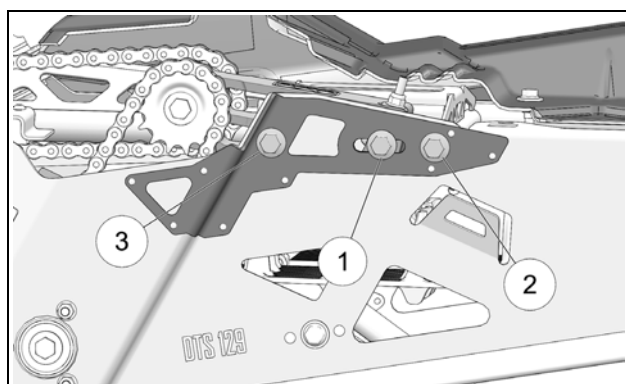

Figure 12
- Resserrer dans l'ordre les boulons de fixation (1), (2) et (3) du tendeur de chaîne à un couple 90 N-m [67 lb-pi]. Voir la Figure 12.